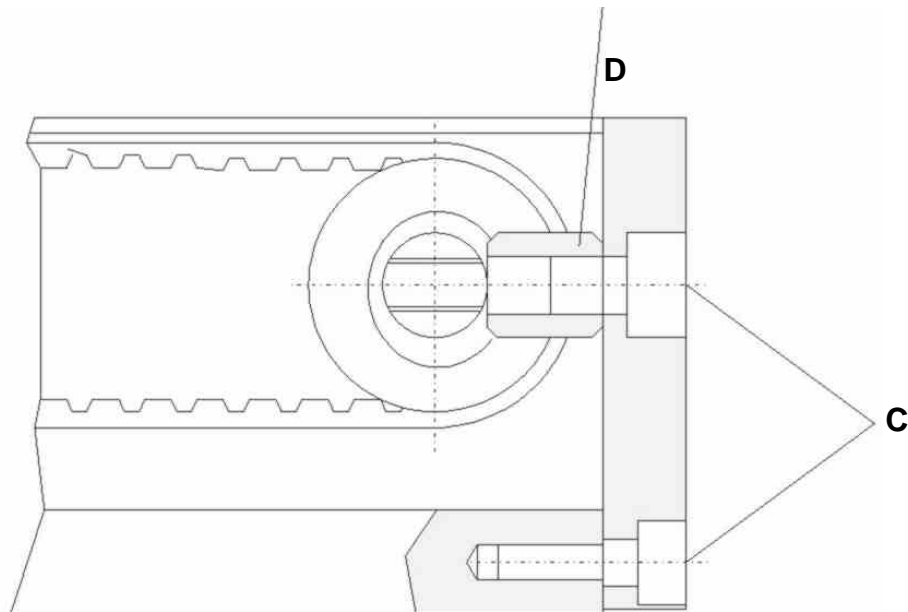

Abbildung 19: Umlenkeinheit
- Entfernen Sie die umlenkseitigen Endplatte durch Lösen der vier Verbindungsschrauben (**C**). Der Zahnriemen wird entspannt (siehe *Abbildung 19, unten*).
Achtung: Die beiden Distanzbuchsen (siehe *Abbildung 19, oben, D*) müssen als Wellenanschlag eingebaut werden, um den Spannweg des Zahnriemens reproduzierbar zu begrenzen.
- Entfernen der Endplatte durch Lösen der vier Verbindungsschrauben (**C**). Der Zahnriemen entspannt sich (siehe *Abbildung 19, Seite 22*).
- Austausch der Umlenkeinheit, alte Distanzbuchsen werden wieder verwendet! (siehe *Abbildung 19, Seite 22, D*).
- Endplatte anbringen (siehe *Abbildung 19, Seite 22, C*).